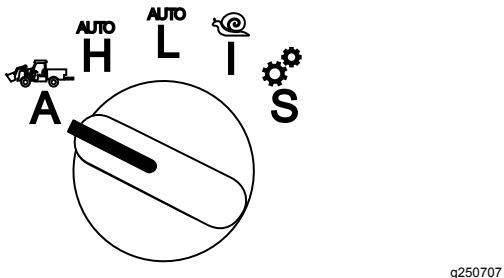

Рисунок 24
33. Поверните переключатель выбора режима работы в положение ATTACHMENT (НАВЕСНОЕ ОБОРУДОВАНИЕ) (Рисунок 24).